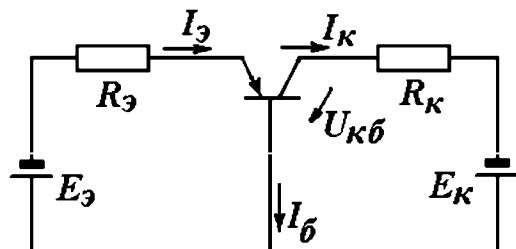

Рис. 2.62. Схема к задаче 8
8. Кремниевый транзистор p-n-p-типа включен по схеме на рис. 2.62 и работает в активном режиме.  $R_E = 0,5 \text{ к}\Omega$ ,  $R_B = 25 \text{ к}\Omega$ ,  $R_K = 4 \text{ к}\Omega$ ,  $E_E = 2 \text{ В}$ ,  $E_K = 16 \text{ В}$ ;  $\alpha = 0,98$ ;  $I_{K0} = 0$ .